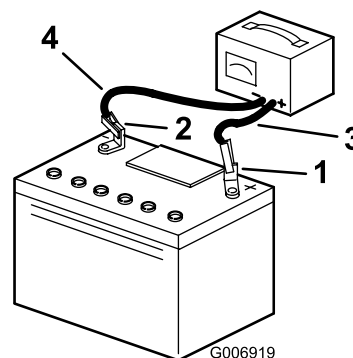

Figura 26
5. Scollegate i cavi del caricatore dai poli della batteria (Figura 26).